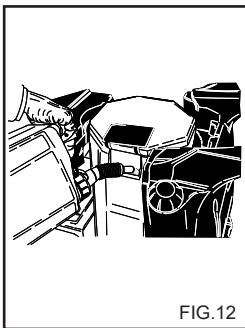

FIG.12
**METHODE VOOR HET GEBRUIK VAN ANTIVRIESMIDDEL (fig. 12)**